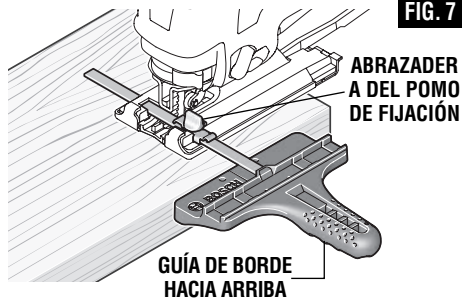

FIG. 7
1. Introduzca la barra de la guía a través de la abrazadera del pomo de fijación y luego a través de las ranuras provistas en el pie, desde cualquiera de los lados de dicho pie, con la guía de borde orientada hacia ARRIBA (Fig. 7).
2. Enganche la abrazadera del pomo de fijación sobre el borde de la placa-base, ajuste el tope-guía a la anchura deseada y apriete firmemente la abrazadera del pomo de fijación (Fig. 7).